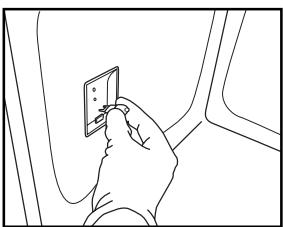

Рис. 8
4. Замініть лампочку (див. примітку щодо типу лампochok) (Рис. 8).